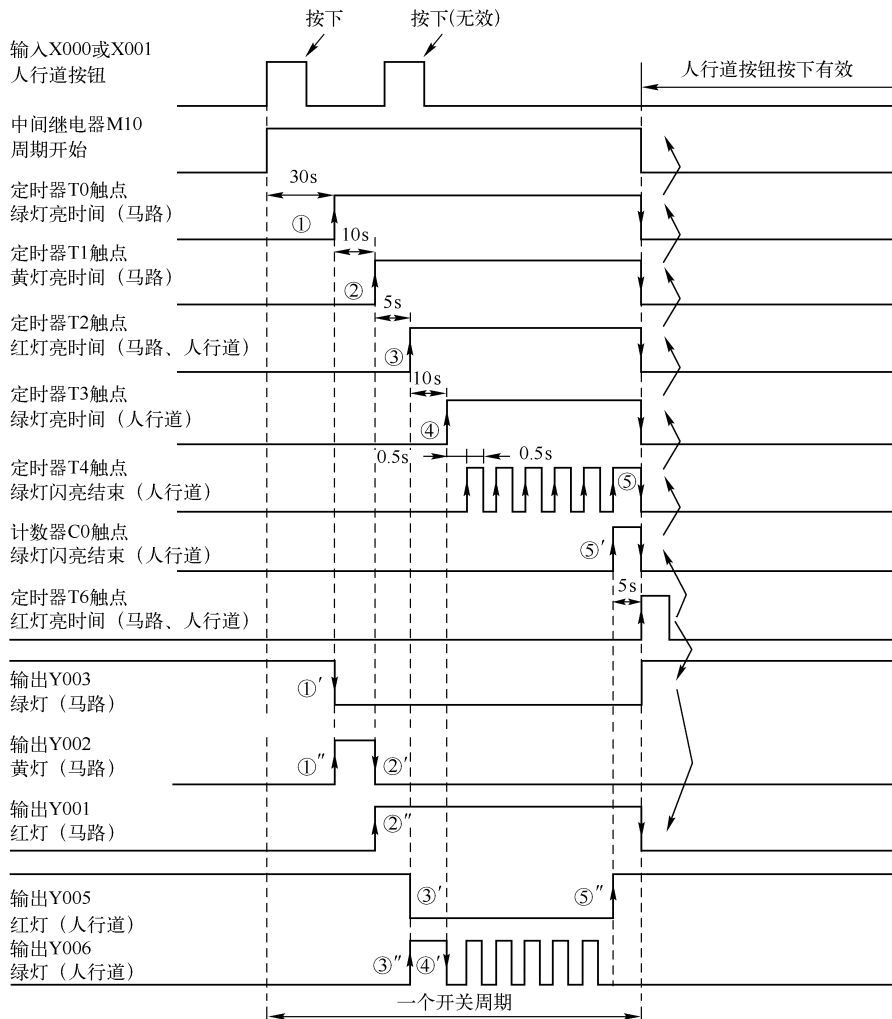

图 2-37 时序图
(2) 本例的目的 在使用前例中同样的闪烁器和计数电路的情况下，采用时序图来设计一个更复杂的逻辑控制并编程。
(3) 绘制时序图（见图 2-37）